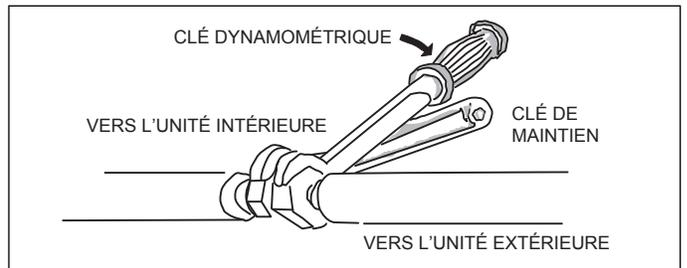

**Figure 25. Réalisation des connexions mâles-femelles**
15. Aligner les conduites de réfrigérant évasées sur les connexions filetées. Commencer par serrer légèrement les écrous évasés pour assurer qu'ils s'engagent correctement comme illustré à la « Figure 25. Réalisation des connexions mâles-femelles ».